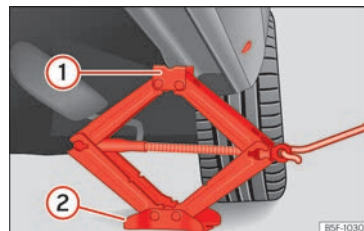

Abb. 227 Längsträger: Wagenheber ansetzen.
- Drehen Sie die Kurbel des unter dem Aufnahmepunkt des Längsträgers befindlichen Wagenhebers, bis sich die Nase ① »» (Abb. 227) unter der vorgesehenen Einführung befindet.
- Richten Sie den Wagenheber so aus, dass sein Aufnahmehorn ① in die dafür vorgesehene Aufnahme am Längsträger „greift“ und die bewegliche Grundplatte ② plan auf dem Boden